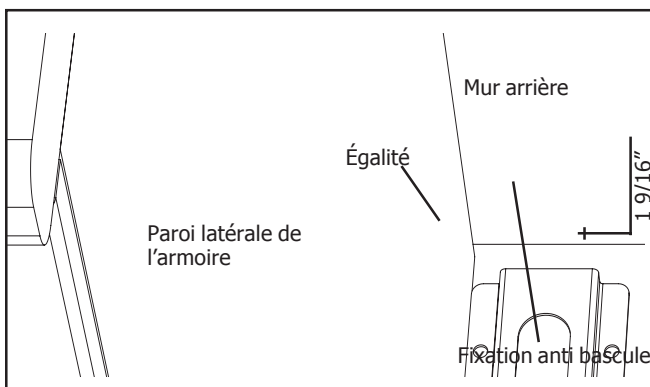

Figure 3
3. Mesurer pour repérer l'emplacement de la fixation comme à la figure 3.